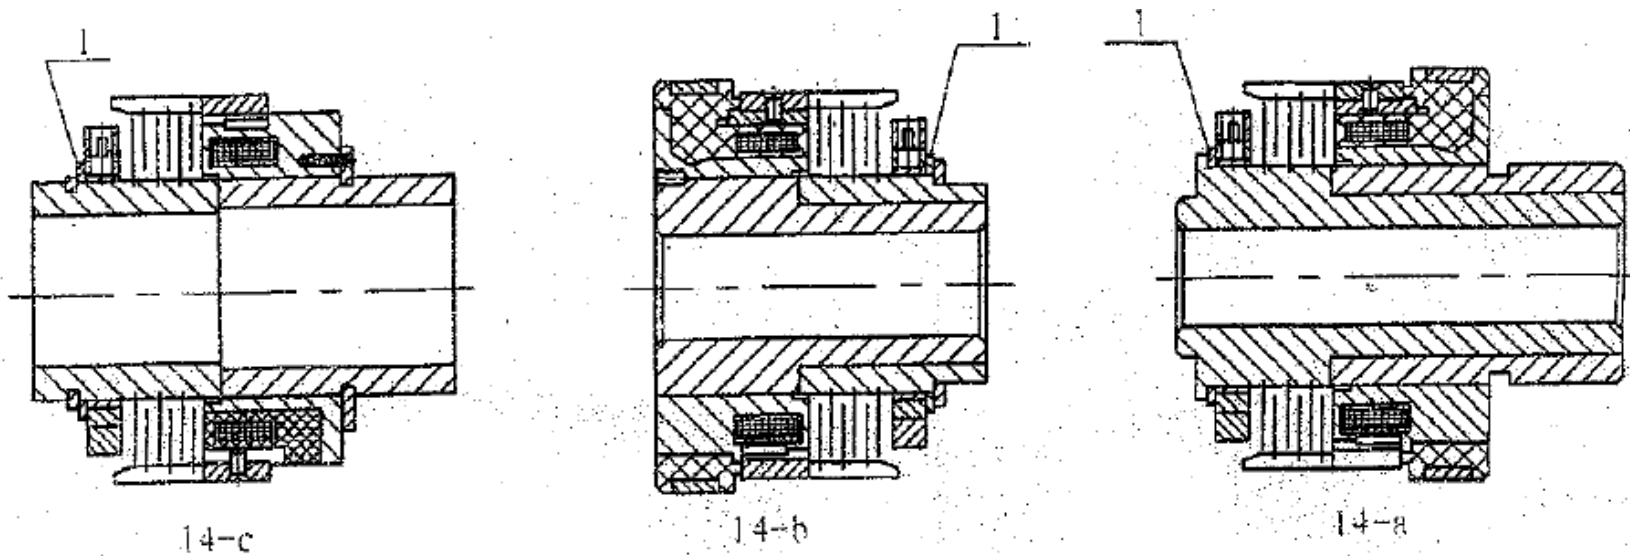

Рис. 14
3.3.1 Продольная подача (см. Рис. 14)
3.3.3 Изменение скорости подачи стола (см. Рис. 14):